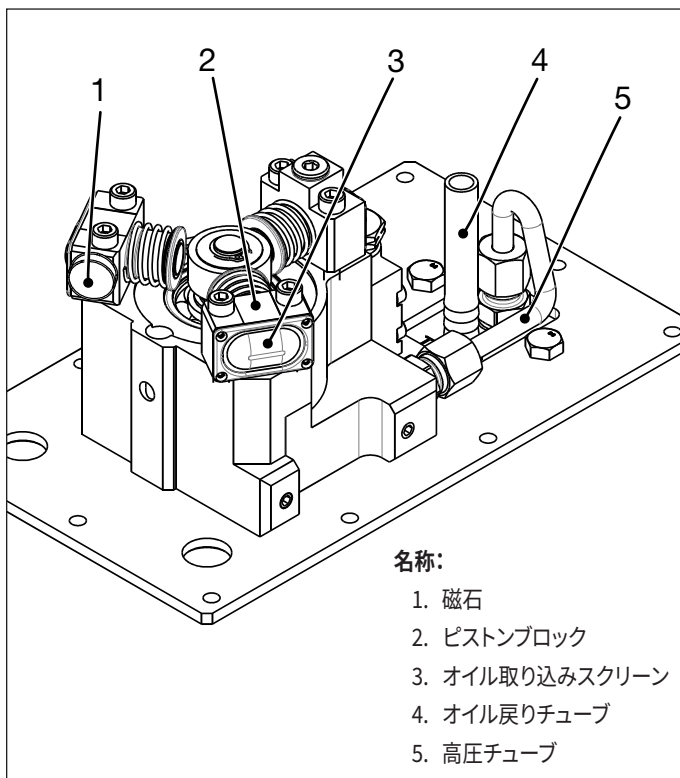

図15: 点検と清掃 - ポンプエレメント
7. 容器の磁石を取り外し、毛羽立ちがなく、汚れのない布で拭き取ります。金属の削りカスやスラッジをすべて取り除いてください。その後、ピストンブロックの側面の図15に示す推奨位置に磁石を取り付けます。